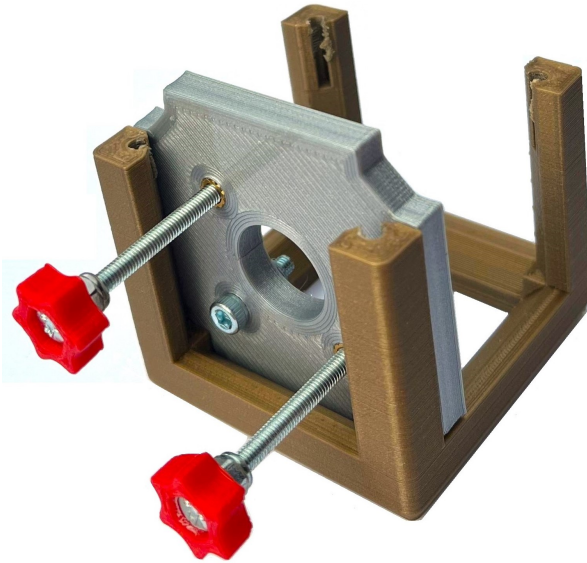

Abb. 11: Justageeinsatz im Würfeldeckel
- (13) Setzen Sie den 02A\_BR\_V\*\_CUBE\_COVER 1x1 und den FERTIGEN JUSTAGEEINSATZ zusammen (Abbildung 11).